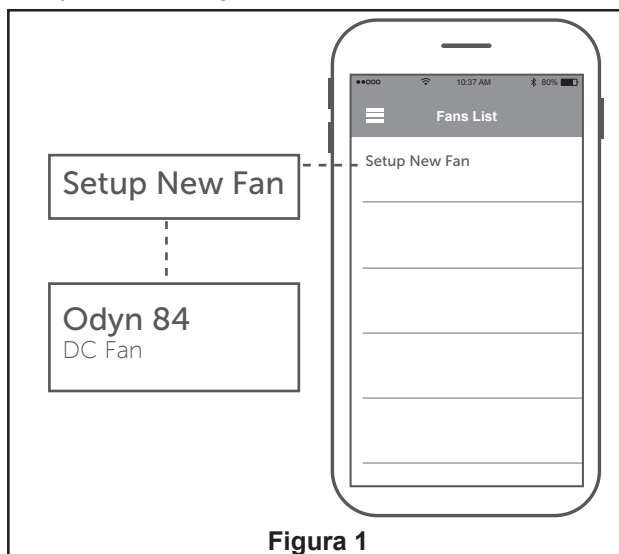

Figura 1
1. Abra la app fanSync y toque el nuevo ventilador para iniciar la instalación. (Figura 1)
1. **Instalación de la placa de la pared:** (Figura 1)